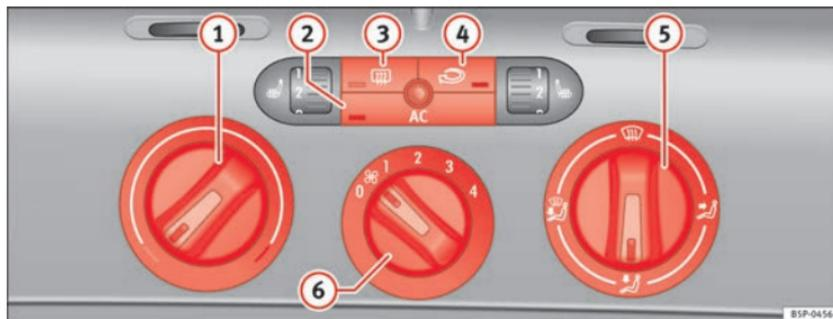

Fig. 109 Sulla plancia portastrumenti: i comandi del Climatic
- Ruotare verso destra la manopola di regolazione della temperatura ⇒ fig. 109 ① portandola sul livello desiderato.